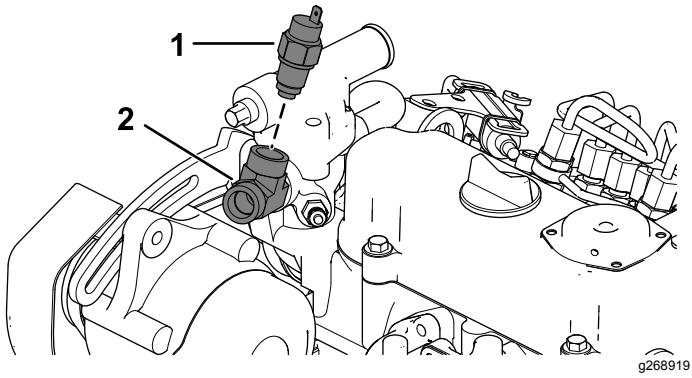

図 15
- B. 字フィッティングを取り付ける図 15。
C. 温度スイッチを取り付ける図 15。